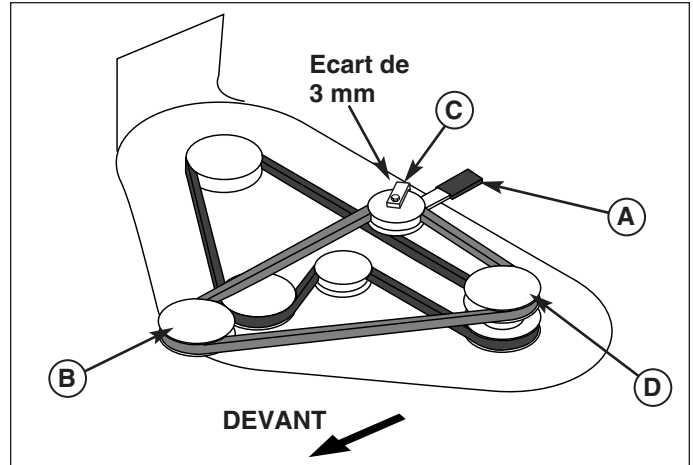

Figure 53. Acheminement de la courroie de tondeuse
2. Pousser le bras de tension (A, figure 53) pour détendre la courroie. Retirer la courroie de la poulie de PDF (embrayage électrique).
3. Desserrer l'écrou et la rondelle maintenant le guide de courroie du galet tendeur (C, figure 53)
6. Voir la figure 53. Remettre le guide de courroie (C) du galet tendeur dans sa position originale de façon à laisser un écart de 3 mm entre le galet et le guide.